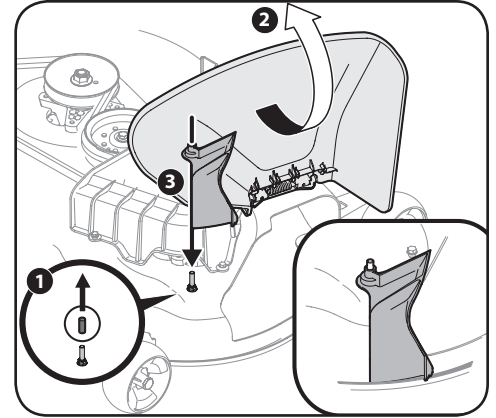

Figura 4-30
2. Levántelo con las manijas de la parte de abajo del tubo del canal. Deslice el tubo del canal sobre el codo del canal montado en la plataforma de corte, como se muestra en la Figura 4-30.